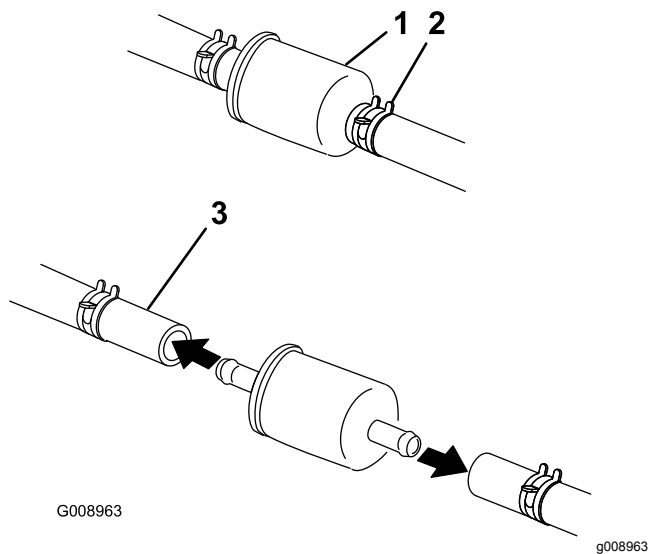

Figure 64
4. Fermez le robinet d'arrivée de carburant sous le siège (Figure 64).
5. Pincez les extrémités des colliers et éloignez les colliers du filtre (Figure 64).
7. Posez un filtre neuf et rapprochez les colliers de fixation du filtre (Figure 64).